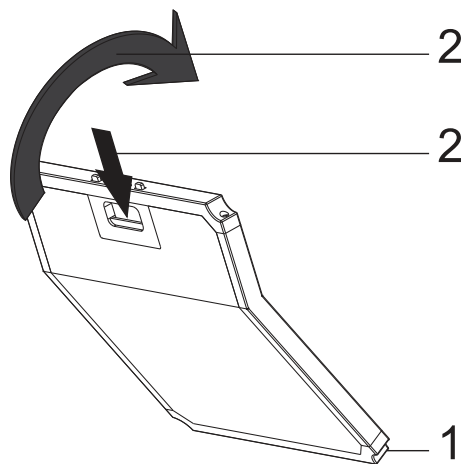

Abb. 24: Aktivkohlefilter
- Setzen Sie den Aktivkohlefilter in die Motorbox der Dunstabzugshaube und achten Sie darauf das die Verriegelung einrastet. Abb. 24